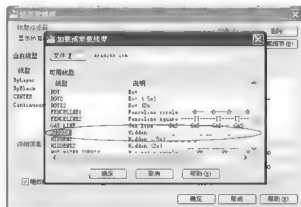
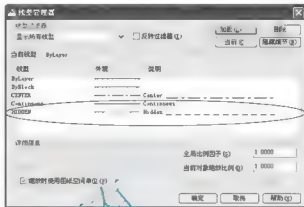

图 4.57 选中 HIDDEN 线型
图 4.58 加载 HIDDEN 线型
① 加载虚线: 选择菜单栏中的【格式】|【线型】命令，打开【线型管理器】对话框。
② 单击【线型管理器】对话框右上角的【加载】按钮，打开【加载或重载线型】对话框。
③ 如图 4.57 所示，找到“HIDDEN”线型并选中后单击【确定】按钮，返回【加载或重载线型】对话框，结果如图 4.58 所示。
④ 单击【确定】按钮，关闭对话框。